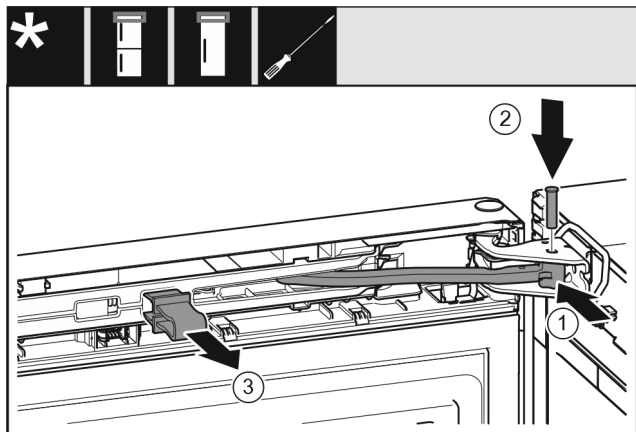

Fig. 52
- ▶ Gelenk Fig. 52 (1) in Lagerbock drehen.
- ▶ Bolzen Fig. 52 (2) in Lagerbock und Gelenk einsetzen. Dabei darauf achten, dass der Rastnocken korrekt in der Nut sitzt.
- ▶ Sicherung Fig. 52 (3) abnehmen.